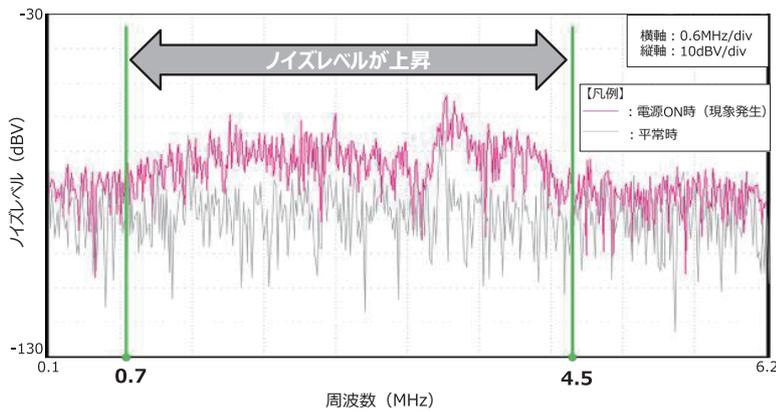

図7 ノイズ測定波形 (FFT処理結果)
また、②交換装置からIF-Cまでのクロック線の測定結果に高速フーリエ変換(FFT)処理を実施した結果を図7に示します。その結果、平常時と比較して、0.7~4.5MHzのノイズレベルが上昇していることを確認しました。